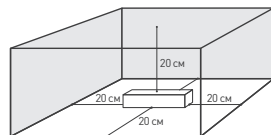
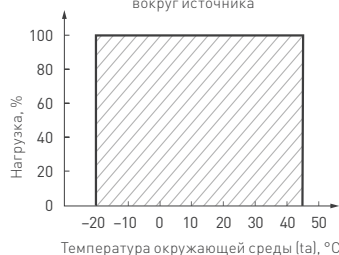

Рис. 3. Свободное пространство вокруг источника
Рис. 4. Максимальная допустимая нагрузка, % от мощности источника
4.3. Для естественной вентиляции обеспечьте не менее 20 см свободного пространства вокруг источника питания, как изображено на рис. 3. Если обеспечить свободное пространство невозможно — используйте принудительную вентиляцию. В случае установки в ограниченном пространстве (например, лайтбокс или профиль) предусмотрите обеспечение требуемого температурного режима источника питания согласно рис. 4.
Учитывайте, что с повышением температуры окружающей среды максимальная мощность источника питания снижается, см. график зависимости на рис. 4.